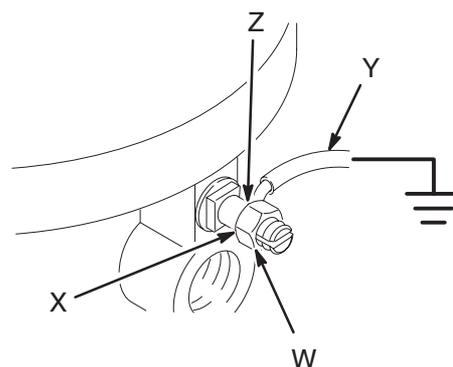

Fig. 1
1. *Pompes:* utiliser un fil et une pince de terre de 1,5 mm² minimum. Voir la Fig. 1. Desserrer l'écrou (W) de la borne de terre et la rondelle (X). Introduire l'extrémité d'un fil de terre (Y) dans la fente de la borne (Z), puis serrer solidement l'écrou. Brancher l'autre extrémité du fil sur une véritable prise de terre. Commander la référence 238909.